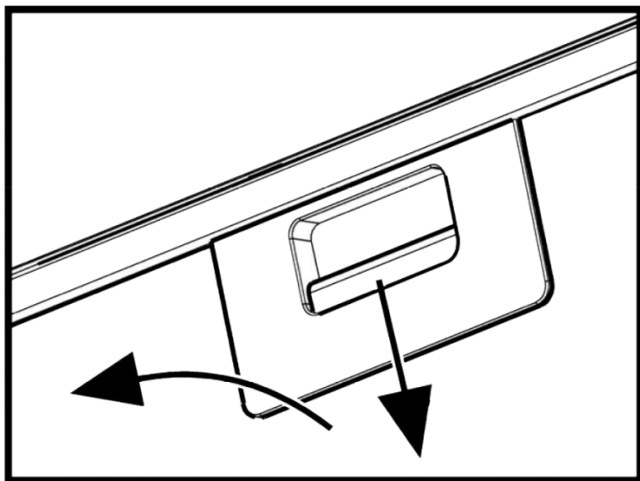

Рис.7
7.10 Для снятия алюминиевого фильтра (**рис.7**) необходимо нажать на пружинную задвижку и, потянув на себя и вниз, снять фильтр с панели. Установку фильтра выполнить в обратном порядке. **Не устанавливайте фильтр после мойки до его полного высыхания.**